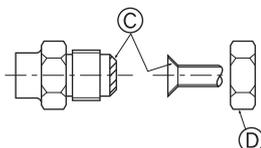

Fig. 4-5
- (A) (Fig. 4-5)
- (B) (Fig. 4-5)
4.4. Σωλήνες σύνδεσης (Fig. 4-5)